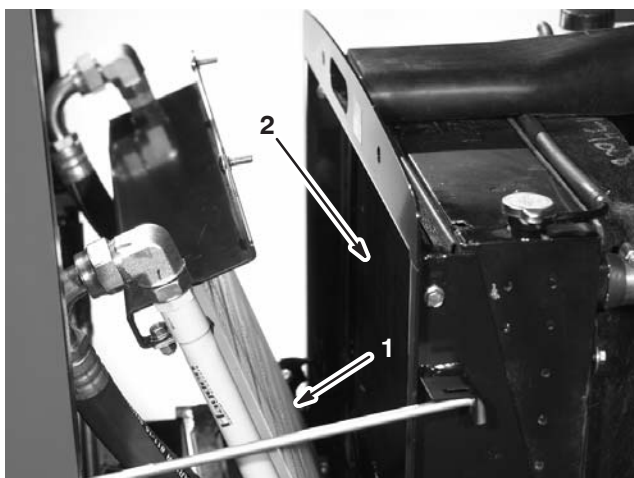

Figure 53
3. Basculez le refroidisseur d'huile en arrière. Nettoyez soigneusement les deux côtés du refroidisseur et du radiateur (Fig. 53) à l'air comprimé.